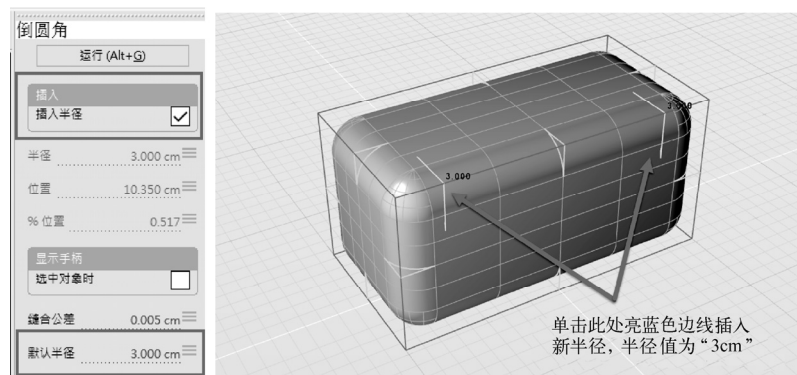

图 4-157 插入新的半径位置及半径值
5) 在控制面板中，勾选“插入半径”复选框，单击亮蓝色边线进行插入，如图 4-157 所示，插入两个新的半径位置。新插入的半径值由“默认半径”参数决定。